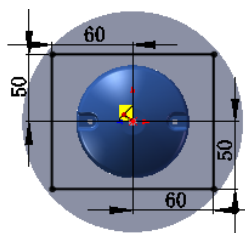

图 10.6.9 横断面草图
Step2. 绘制草图。选取上视基准面为草图基准面，绘制图 10.6.9 所示的横断面草图。